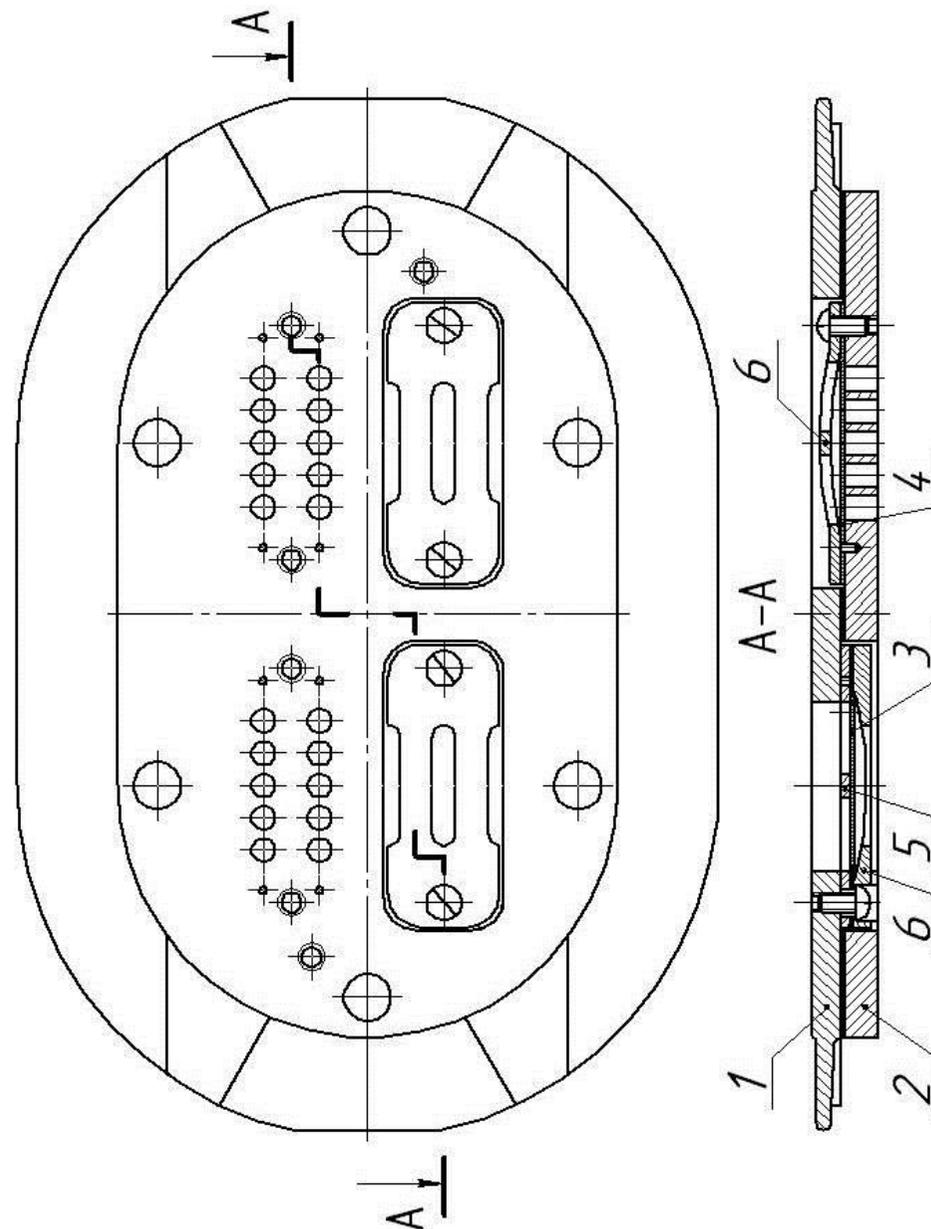

Рис.13 Блок клапанный
- **клапанного блока** 12, состоящего из верхней и нижней клапанных досок, изготовленных из серого чугуна, и между которыми расположены клапанные пластины: 4 штуки толщиной 0,22 мм установлены со стороны всасывания и 4 штуки толщиной 0,36 мм – со стороны нагнетания сжатого воздуха. Пластины от смещения в горизонтальной плоскости ограничены сепараторами, прикрепленными на седло и нижнюю клапанную доску (рис. 13).